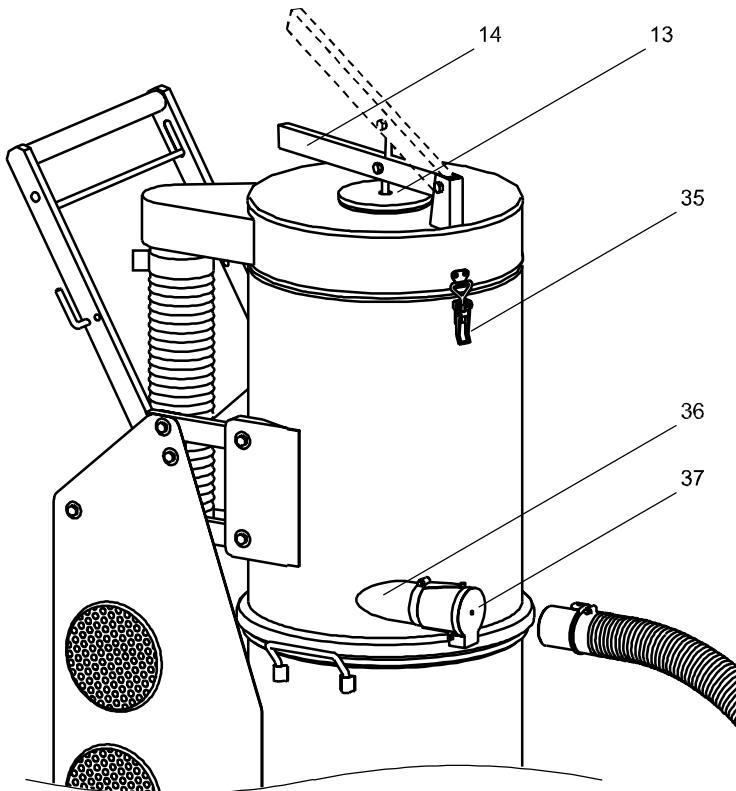

Рисунок 5. Регенерация (продувка) фильтра.
7.3. Для регенерации фильтра (стр. 11, рисунок 5):